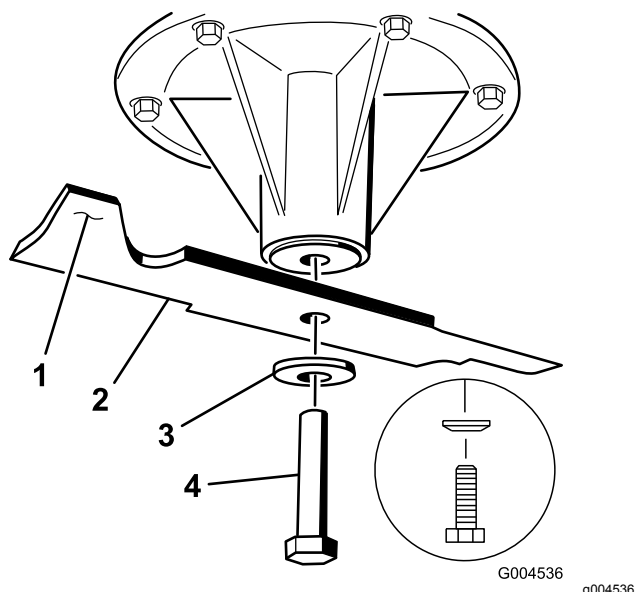

Figura 101
- Instale la cuchilla en el eje (Figura 101).
- Instale la arandela de muelle y el perno de la cuchilla (Figura 101).